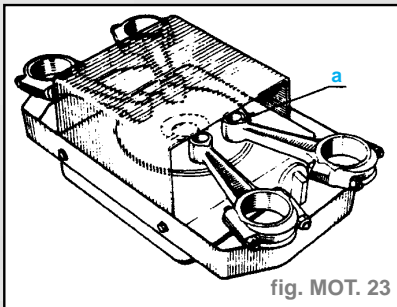

fig. MOT. 23
- Mettre les pieds de bielle sur la plaque chauffante (fig. MOT. 23).
- Sur chaque pied de bielle, placer, comme témoin de température, un morceau de soudure auto-décapante à l'étain en (a) dont le point de fusion est d'environ **250 °C** (fig. MOT. 23).